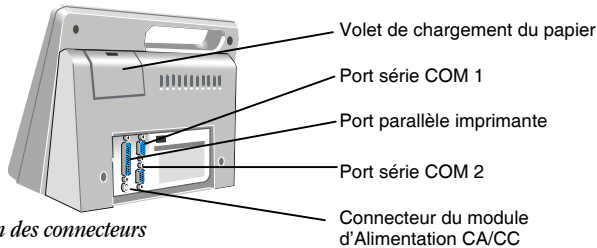

Figure 2. Localisation des connecteurs
Il est possible d'utiliser un ordinateur de laboratoire compatible IBM et une imprimante externe branchée sur le port série ou le port parallèle avec le système. Les ports de connexion pour ces périphériques sont situés à l'arrière de l'instrument (Figure 2).
2. Brancher une extrémité du câble d'imprimante au port marqué PRINTER (pour une imprimante parallèle) ou COM 1 ou COM 2 (pour une imprimante série) (Figure 2).
2. Brancher une extrémité du câble au port marqué COM 1 ou COM 2 (Figure 2).
2. Brancher le cordon du module d'alimentation CA/CC sur le connecteur d'alimentation (Figure 2).